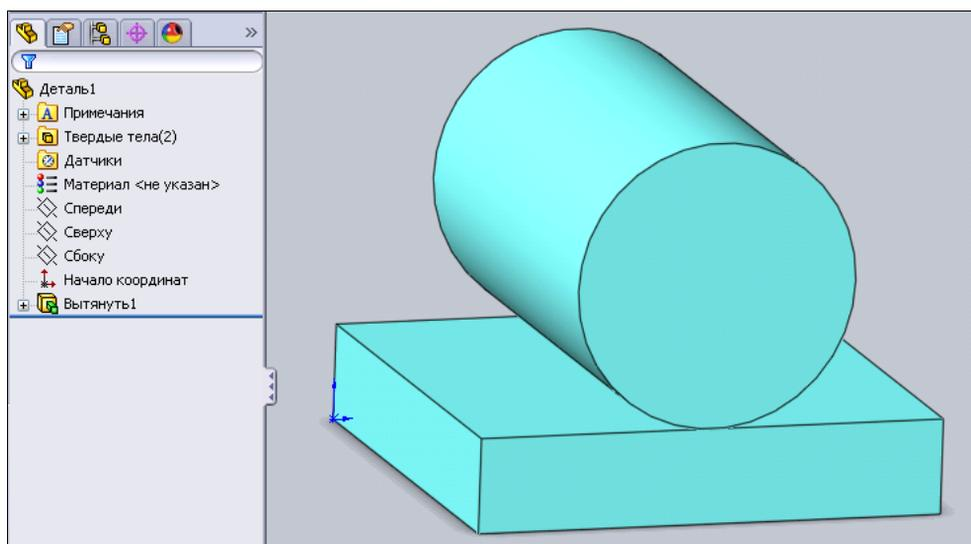

Рис. 5.69
2. Теперь с помощью команды  — **Вытянутая бобышка/основание** произведите вытягивание эскиза на расстояние 100 мм. Выберите мышью оба замкнутых контура для вытягивания и нажмите кнопку **ОК** . В результате вы получите многотельную деталь, состоящую из цилиндра и плоской детали. Об этом также свидетельствует цифра 2 в элементе Древа Конструирования  **Твердые тела(2)** (рис. 5.69).